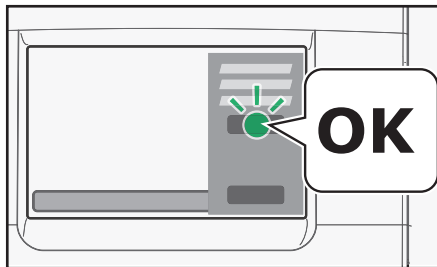

Fig. 5.6 - Appuyez sur OK pendant le rinçage/nettoyage complet
- Appuyez sur « OK » pour confirmer (fig. 5.6) que les pastilles de nettoyage Rinza sont insérées et que le récipient est en place.
- Appuyez sur « OK » pour commencer le rinçage à l'eau chaude (fig. 5.6).
8. Appuyez sur « OK » pour confirmer (fig. 5.6) que les pastilles de nettoyage Rinza sont insérées et que le récipient est en place.